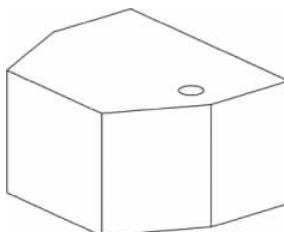
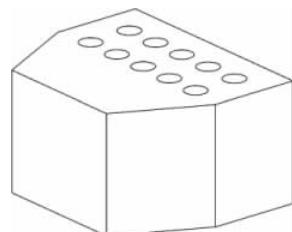

图 3-6 创建【孔】特征
图 3-7 创建阵列特征
(9) 单击“确定”按钮,在零件上创建一个孔,如图 3-6 所示。
(10) 在主菜单中选取“插入|关联复制|阵列特征”命令,在【阵列特征】对话框中“布局”选“线性” $\square$ ,在“方向 1”区域中,“指定矢量”选“-XC”,“间距”选“数量和节距”,“数量”为 5,“节距”为 25mm,在“方向 2”区域中,“指定矢量”选“YC”,“间距”选“数量和节距”,“数量”为 2,“节距”为 30mm。
(11) 单击“确定”按钮,生成一个阵列图形,如图 3-7 所示。